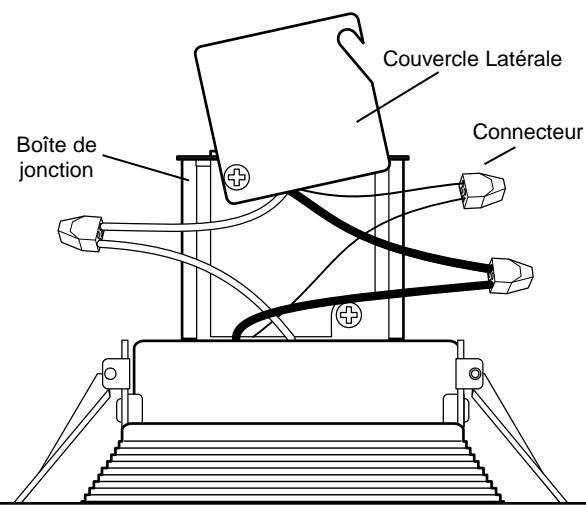

Fig. 3
4. Ouvrez le couvercle latéral de la boîte de jonction. Si vous utilisez un câble BX, retirez l'un des noeuds ronds situés sur le dessus ou sur les côtés de la boîte de jonction. Si vous utilisez un câble NM, enlevez un noeud rectangulaire à l'arrière de la boîte de jonction. Insérez une longueur d'environ 5 à 6 po (12,7 à 15,24 cm) du câble NM dans la boîte de jonction en la faisant passer par la fente d'un des protecteurs de cordon. (Fig. 3)
5. Enlevez une longueur d'au moins 3 po (7,62 cm) de la gaine extérieure du câble et retirez le film de plastique ou le papier. Dénudez l'extrémité de tous les fils d'alimentation sur une longueur d'environ 3/8 po (9,5 mm). À l'aide des connecteurs de câble, effectuez les connexions électriques suivantes dans la boîte de jonction (Fig. 3):